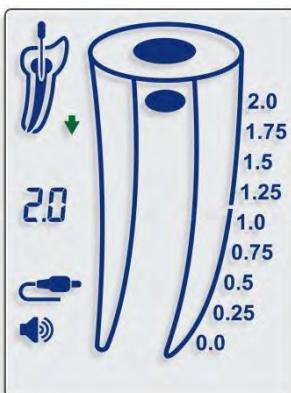

Abb. 7
- 7.4.11. Feile mit gleichmäßigen Vorwärtsbewegungen vorschieben. Der Feilenvorschub in Richtung Foramen wird anhand farbiger Segmente im Wurzelkanalbild auf dem Display angezeigt und von Signaltönen unterschiedlicher Frequenz begleitet. Unter dem Zahnbild werden die numerischen Messwerte 2.0, 1.75, 1.5, 1.25, 1.0, 0.75, 0.5, 0.25, 0.0 (Foramen) oder OVER angezeigt (Abb. 7–11).